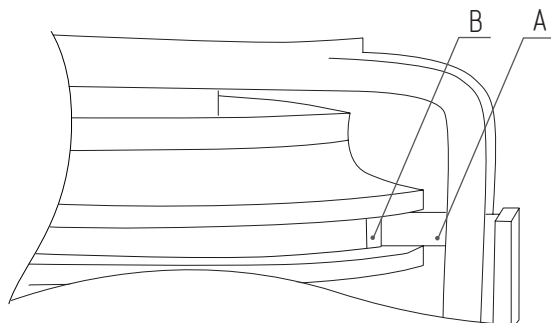

Рис. 6
3. Вилку корпуса подшипника **A** заведите в паз фланца **B** (Рис. 6).